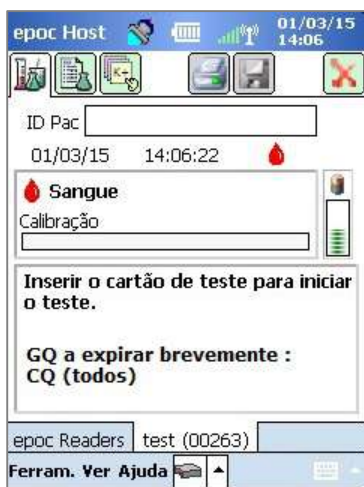

Fig. 39.
- O **período de aviso** consiste no tempo antes de o agendamento expirar, durante o qual o epoc Host mostra um lembrete de que o agendamento irá expirar em breve (Fig. 39)